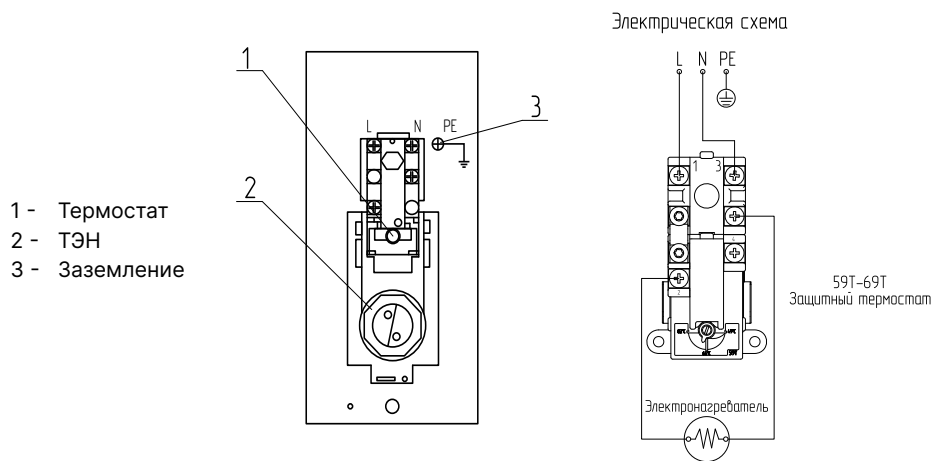

Рис.5 Электрические компоненты и схема подключения питания
### Электрическое подключение к устанавливаемому электрическому нагревательному элементу (ТЭНу) (Рис.5, поз.2):
- Фазный провод L, нейтраль N и провод заземления PE источника питания должны быть правильно и надежно присоединены к термостату (Рис.5, поз.1) и проводу заземления (Рис.5, поз.3) водонагревателя;